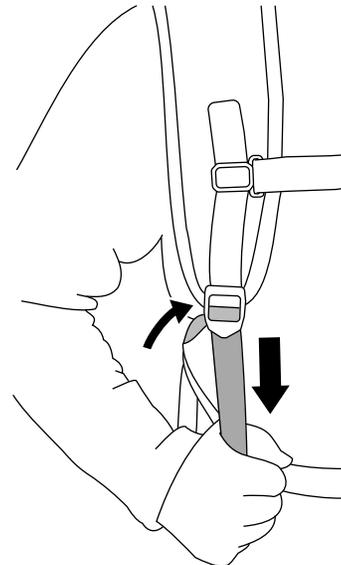

Figure 11
4. Tirez sur le dispositif de réglage de bretelle jusqu'à ce que les bretelles soient bien ajustées (Figure 11).